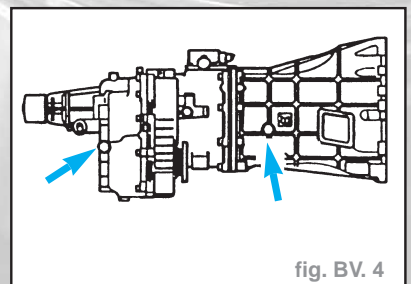

fig. BV. 4
- Dévisser les deux bouchons de remplissage situés sur le côté droit. Un pour le carter de la boîte de vitesses et un pour le carter de la boîte de transfert (fig. BV. 4).